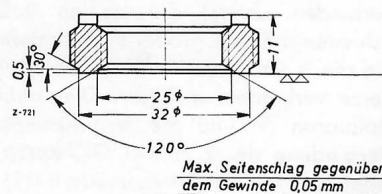

Bild 01-1/11
22. Das Durchgangsstück (3) auf den Düsenhalter (6) aufsetzen (siehe Bild 01-1/1). Die Auflageflächen an Düsenhalter und Durchgangsstück müssen absolut plan und sauber sein, um ein Dichtwerden des Anschlusses zu erreichen. Gegebenenfalls die Dichtflächen egalisieren oder das Durchgangsstück erneuern.
23. Die Sechskantmutter (2) zur Befestigung des Durchgangsstücks (3) aufschrauben, aber noch nicht festziehen, da zuerst die Leckölleitung (4) anzuschließen ist (siehe Bild 01-1/1).
24. Die Leckölleitung (4) mit der Hohlschraube (5) am Durchgangsstück (3) festschrauben, dazu auf beiden Seiten neue Dichtringe verwenden (siehe Bild 01-1/1).
25. Die Sechskantmutter (2) mit dem Drehmomentschlüssel mit 5 mkg festziehen. Es darf auf keinen Fall versucht werden, durch stärkeres Anziehen einen undichten Anschluß dicht zu bekommen. Durch übermäßiges Anziehen streckt sich der Gewindeanschluß und macht den Düsenhalter unbrauchbar. Eine Undichtheit ist immer auf schlechte Dichtflächen an Durchgangsstück und Düsenhalter zurückzuführen (siehe Bild 01-1/1).
26. Die Einspritzleitung durch Aufschrauben der Überwurfmutter (1) am Düsenhalter anschließen (siehe Bild 01-1/1).